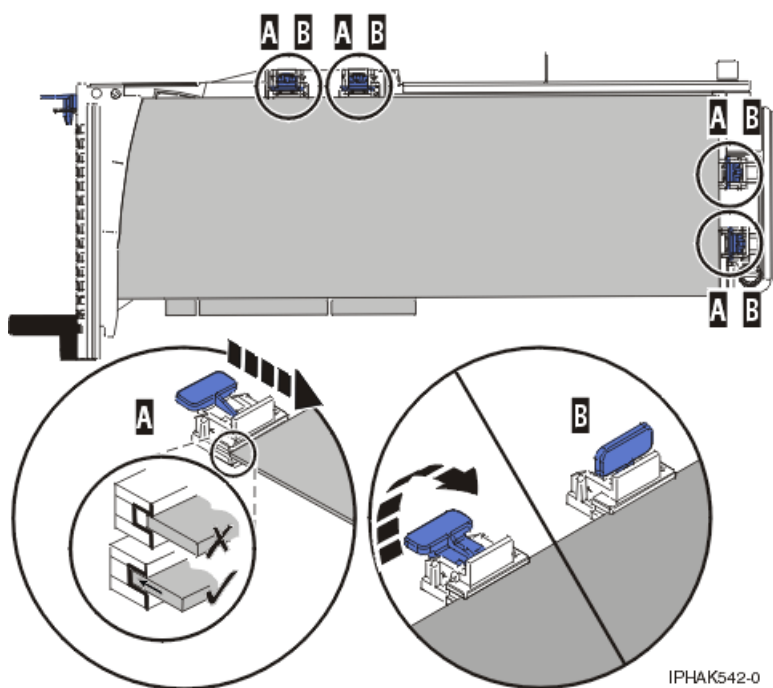

Figura 100. Adaptador llarg al casset d'adaptadors PCI amb els suports i l'estabilitzador al seu lloc
- 3) Col·loqueu les peces de retenció **(B)** i tanqueu-les. Consulteu Figura 100.